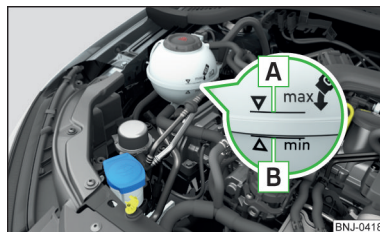

Fig. 250
Verificarea nivelului lichidului de răcire - lichidul de răcire trebuie să se situeze între marcasele **A** și **B** » fig. 250. Dacă nivelul lichidului de răcire se află sub marcajul **B**, completați lichidul de răcire.
Specificația lichidului de răcire este menționată pe vasul de expansiune a lichidului de răcire » fig. 250.
- Nu adăugați lichid de răcire deasupra marcajului **A** » fig. 250. Lichidul de răcire ar putea fi împins din sistemul de răcire, atunci când se încălzește - există pericolul de deteriorare a pieselor din compartimentul motor.